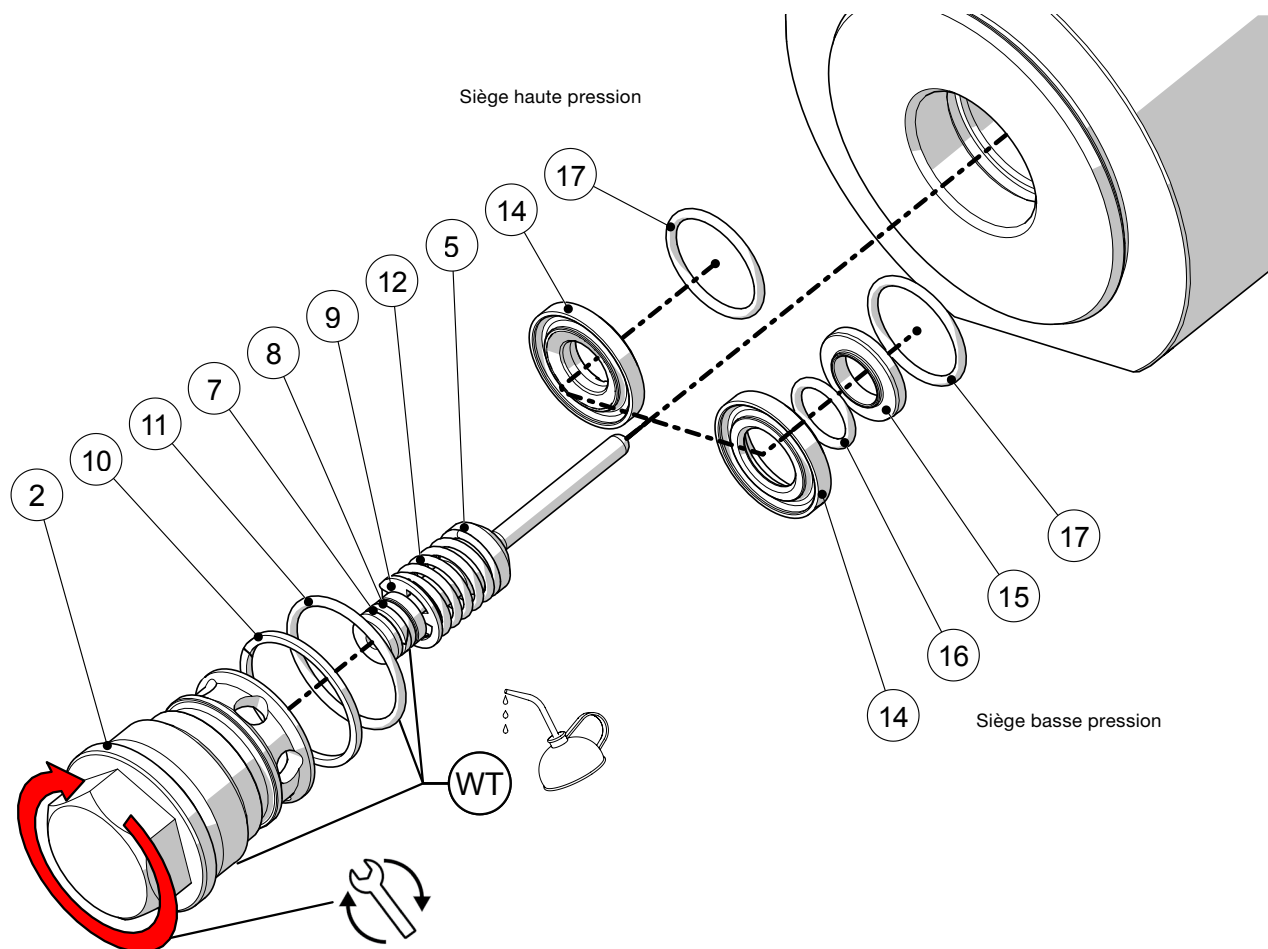

Figure 15
Voir la figure 15.
1. Montez la bague support (10) et le joint torique (11) sur le bouchon de corps (2). Assurez-vous que ces composants sont montés dans le bon ordre, comme indiqué sur la figure 15.
2. Lubrifiez légèrement le joint torique (11) et le filetage du bouchon (2).
3. Lubrifiez légèrement le joint torique (8) ainsi que la zone autour du clapet (5).
4. Introduisez entièrement le clapet dans le bouchon (2).
5. Pour les deux types de siège, installez le joint torique (17) sur le bossage surélevé situé sur l'arrière du logement du siège (14).
6. Pour les sièges basse pression, installez le joint torique (16) et l'insert de siège BP (15) dans le logement du siège (14).
7. Montez l'ensemble du siège dans le corps en veillant à ce que le joint torique (17) se trouve côté corps (4).
9. Serrez le bouchon (2) au couple indiqué dans le tableau ci-dessous.